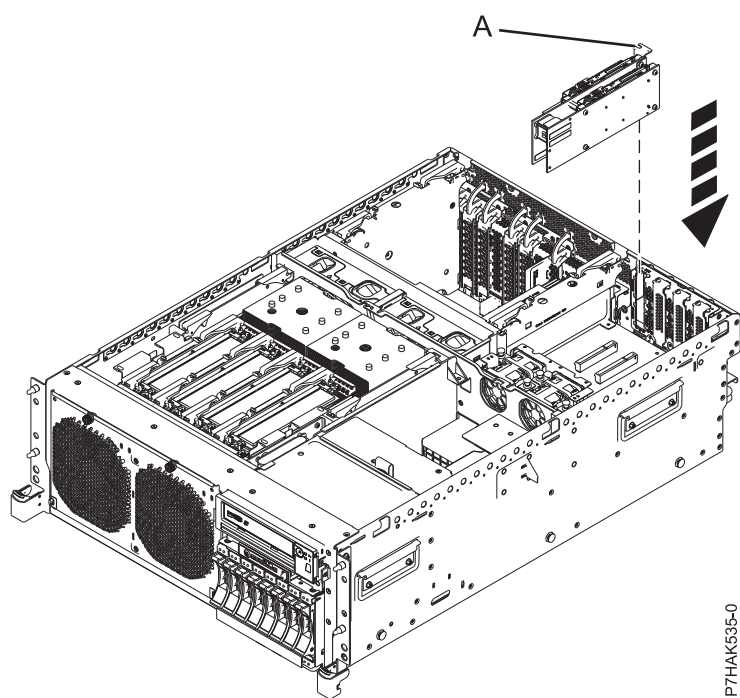
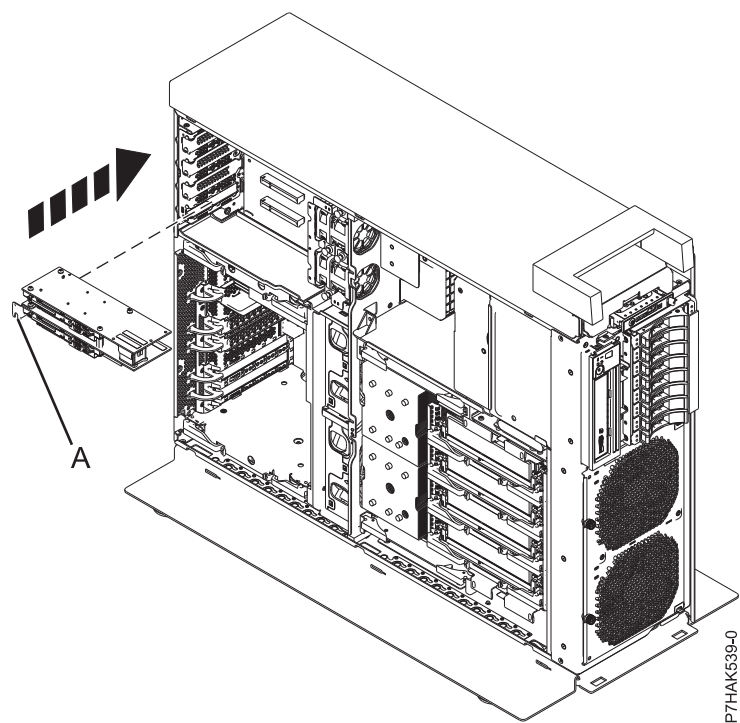

図 19. ラック・マウント・システム装置拡張ライザーでの PCIe RAID および SSD SAS アダプターの取り付け
図 20. スタンドアロン・システム装置拡張ライザーでの PCIe RAID および SSD SAS アダプターの取り付け
17. アダプター・ラッチ (B) を閉じた位置に戻すことにより、PCIe アダプターをそのスロットにしっかりと固定します。
18. ご使用のシステムに拡張ライザーがある場合、低プロファイル PCIe アダプターをそのスロットに押し込むことができます。これを行うには、そのテール・ストック (A) を使って所定の位置にアダプターをガイドしてから、アダプターをスロットに押し込みます (27 ページの図 19 および 27 ページの図 20 を参照)。